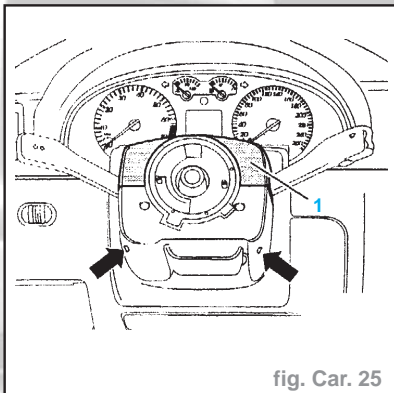
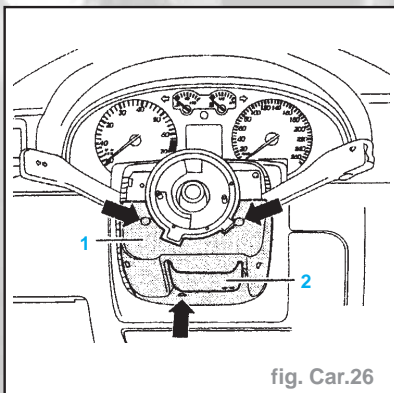

fig. Car. 25
fig. Car.26
- Dévisser les deux vis à empreinte cruciforme (flèches) (fig. Car. 25).
- Retirer le revêtement supérieur (1) du commodo.
**Nota :** Déclipser la partie avant du revêtement (1) à l'horizontale du combiné d'instruments.
- Dévisser les trois vis (flèches) (fig. Car. 26).
- Desserrer le dispositif de réglage en hauteur (2) du volant.
- Retirer le revêtement inférieur (1) du commodo.